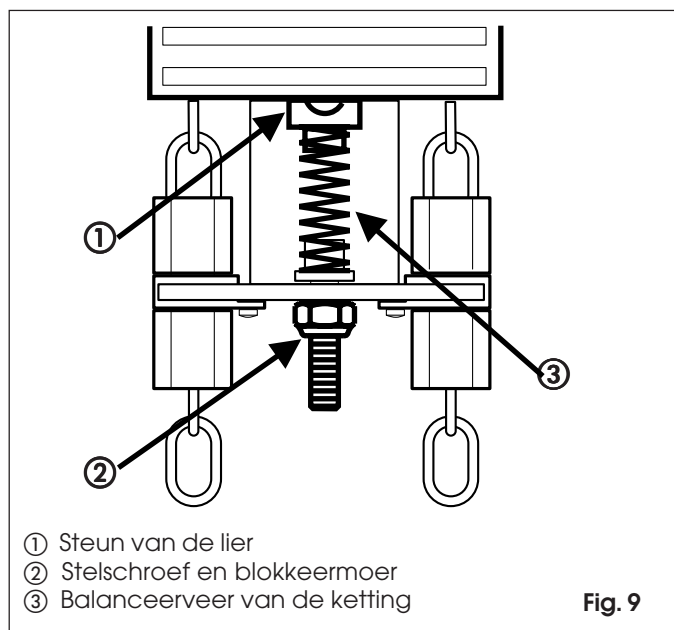

Fig. 9
Als het bouwpakket met het verlengstuk van de ketting wordt gebruikt, moet de balanceerveer (fig. 9, ref. 3) worden vervangen door de veer die in het pakket zit. Als er plastic verbindingen worden gebruikt, wordt aanbevolen deze aan elkaar te lijmen tijdens de assemblage (zie fig.7 ref. B).